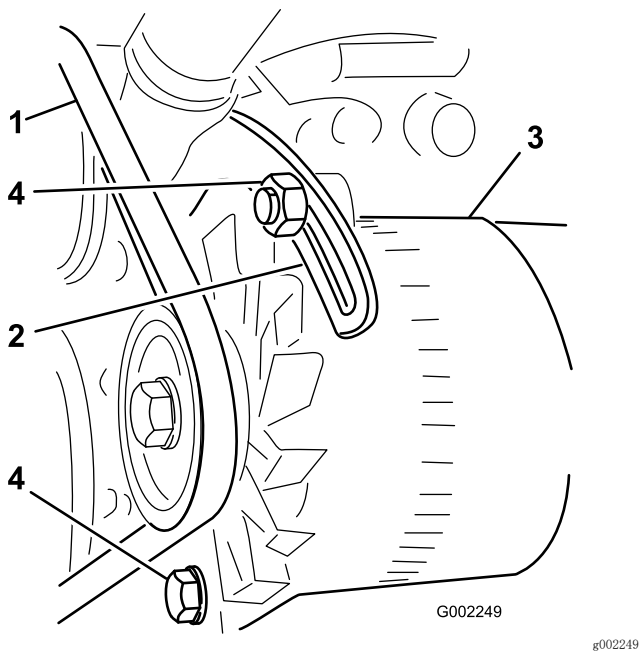

图57
3. 松开将皮带环形支架固定到发动机的螺栓、以及将发电机固定到皮带环形支架上的螺栓（图57）。